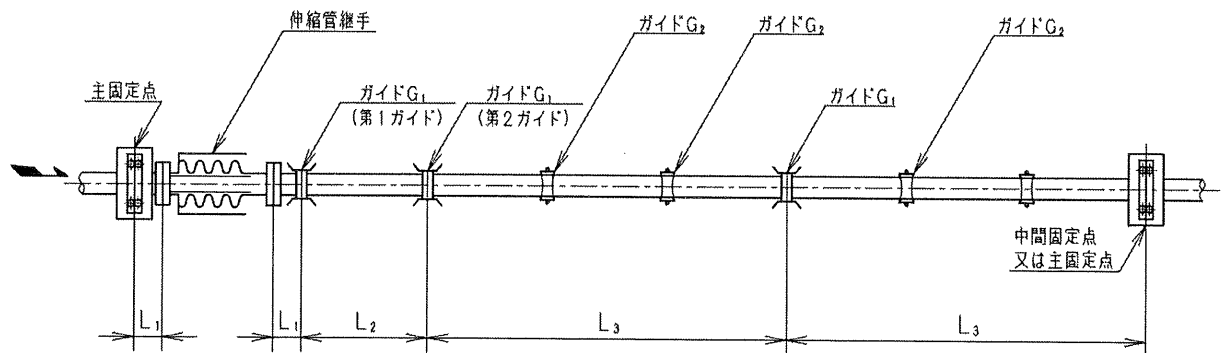
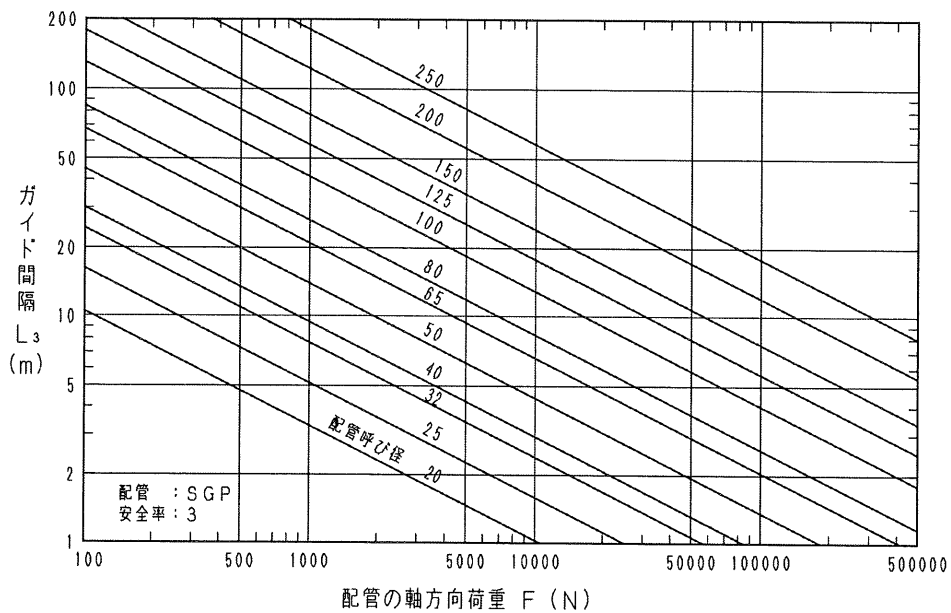

図5 配管例
図6 中間ガイド間隔 L_3
- (1) ガイド設置位置は、図 5 の配管例を参考にしてください。
- (2) しん合わせ及び座屈防止用ガイド G_1 は、図 5 に示す管継手から最初の第 1 ガイドまでの間隔(L_1)、次の第 2 ガイドまでの間隔(L_2)、中間ガイドの間隔(L_3)等の取付間隔が、以下の計算式で求めた間隔値を超えないようにしてください。なお L_3 は、配管が SGP の場合、図 6 から求めることができます。